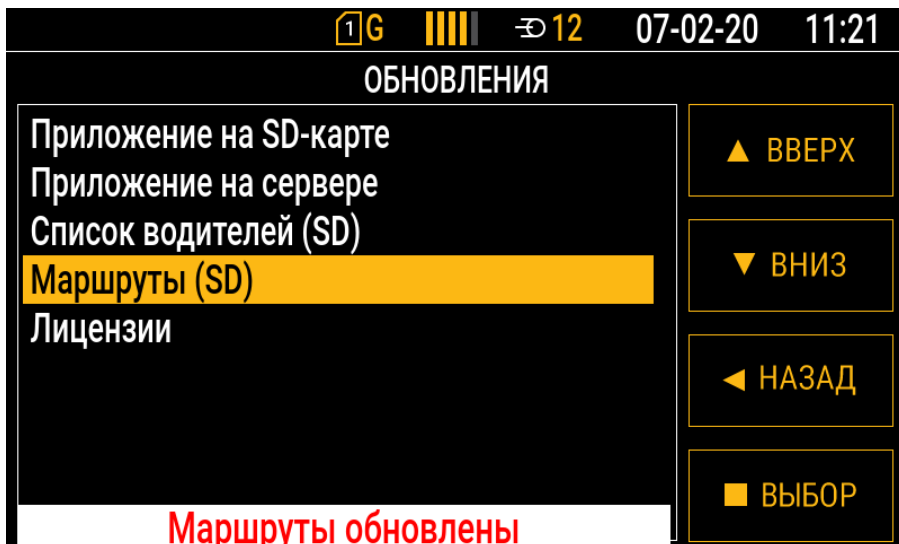

Рис.104. Уведомление об обновлении маршрутов
- По окончании загрузки, внизу экрана появится уведомление «Маршруты обновлены» (Рис.104).